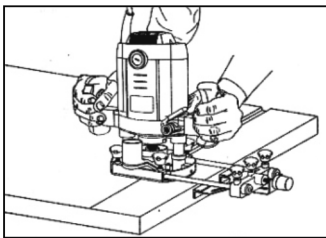

Fig. 3 – Fresando com a guia paralela
- a. Monte a guia paralela conforme mostra a Fig. 3;